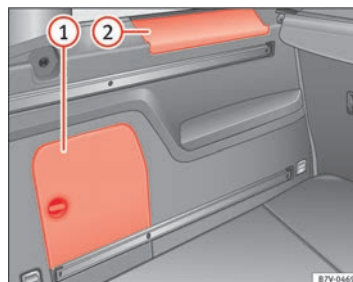

Fig. 114 Nel bagagliaio: vano portaoggetti laterale.
Sul fianco del bagagliaio ci sono altri vani portaoggetti ⇒ fig. 114 ① e ②. Per aprire il vano ①, ruotare la chiusura in senso orario. Per aprire il vano ②, sollevare la copertura. All'interno del vano ① può essere presente lo